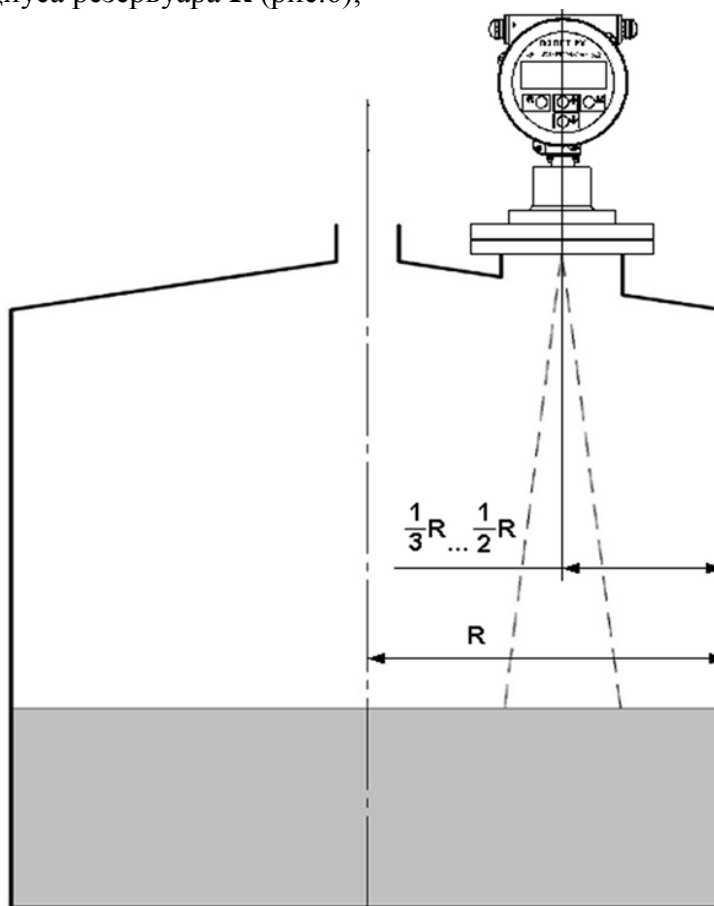

Рис.6 - Допустимое расстояние от стенки емкости до оси датчика.
- расстояние от стенки емкости до центральной оси датчика уровня выбирать в пределах $1/3 \dots 1/2$ радиуса резервуара **R** (рис.6);